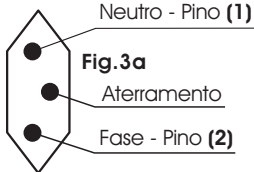

Fig.3b
► **Nunca** utilize extensões, adaptadores, benjamins ou transformadores de voltagem (Fig. 3B, pág. 9). Para que a autoclave tenha um bom funcionamento, a voltagem da rede elétrica deverá ser estável, ou seja, sem oscilações. Consulte um técnico electricista e verifique se a sua instalação elétrica está de acordo com as especificações necessárias. É obrigatória a utilização de um disjuntor exclusivo para a tomada onde a autoclave será conectada. Se mesmo após todas as especificações seguidas, a rede elétrica se apresentar oscilante, entre em contato com sua concessionária e solicite a adequação (**Resolução nº 505 de 26/11/2001 - ANEEL (Agência Nacional de Energia Elétrica) - Art. 2º Incisos IV, V, VI e VII - Art. 6º Incisos I, II e III - Art. 16º**).